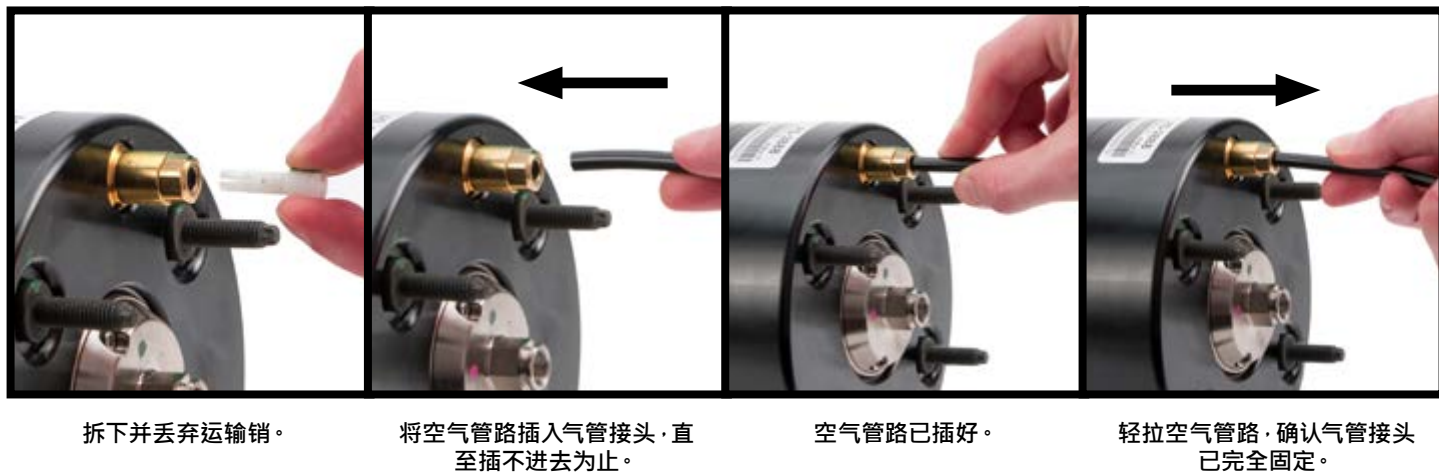

图5
1. 使用随产品提供的新空气弹簧固定卡扣，按照与拆卸相反的顺序安装空气弹簧。请务必遵循拆卸运输销和安装空气管路的说明进行操作（图5）。